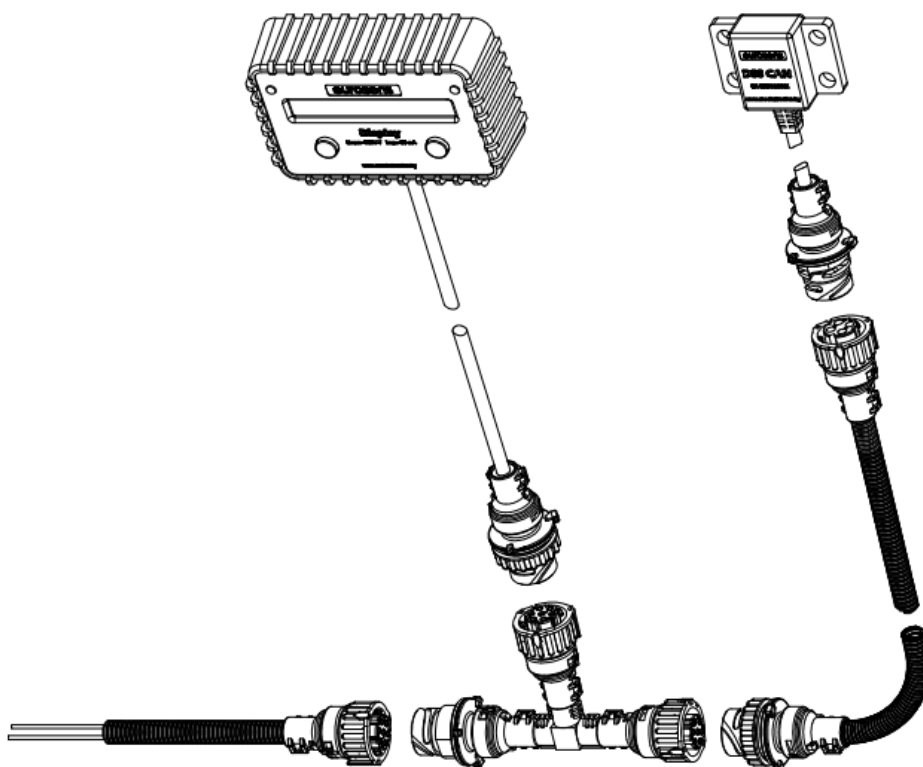

рис. 4.3. Использование контроллера совместно с дисплеем
- При необходимости отображения нагрузки на ось и/или веса груза транспортного средства и прицепа рекомендуется использовать eurosens Display CAN (рис. 4.3).